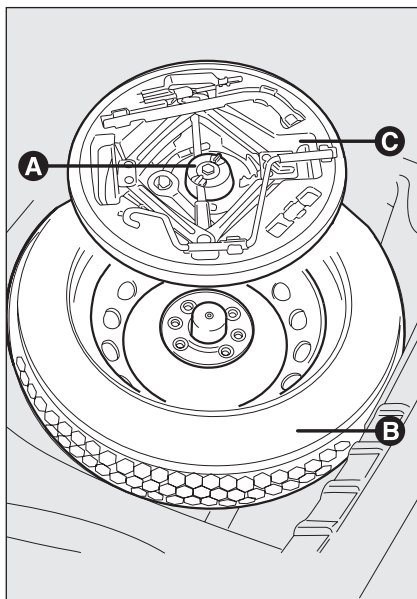

fig. 2
- dévisser le dispositif de blocage **A** - fig. 2 ;
- remettre le cric partiellement ouvert dans son boîtier **C - fig. 2** en le forçant légèrement dans son siège, de façon à éviter qu'il ne vibre pendant la marche ;
- ranger la boîte à outils **C - fig. 2** dans la roue de secours ;
- visser le dispositif **A - fig. 2** de blocage de la boîte à outils ;